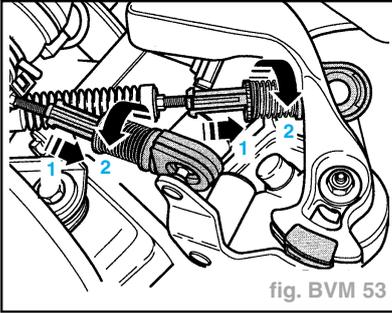

fig. BVM 53
- Tirer à fond et vers l'avant le mécanisme de sécurité sur le câble de commande et le câble de sélection (flèche 1) et verrouiller ensuite en une rotation à gauche (flèche 2) (fig. BVM 53).
- tourner maintenant le mécanisme de blocage à fond à droite (dans le sens inverse des flèches) au niveau du câble de commande et du câble de sélection (fig. BVM 53).